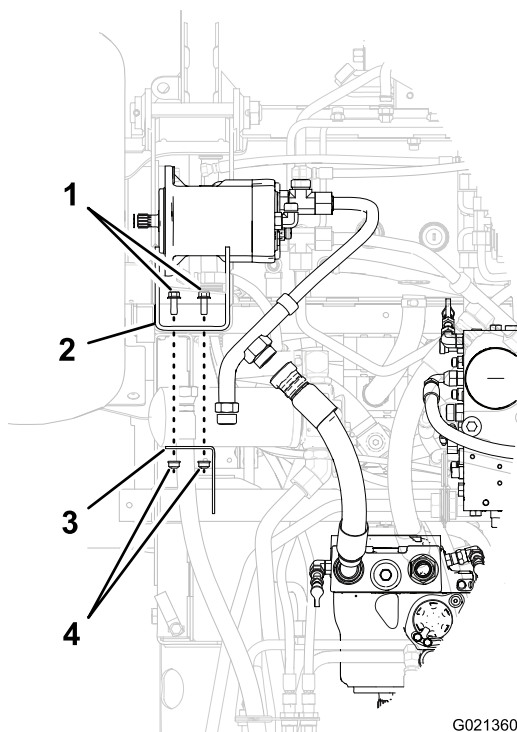

Figure 5
3. Retirez les 2 boulons et les 2 écrous à embase qui fixent le support au support de châssis, et déposez le support (Figure 5).